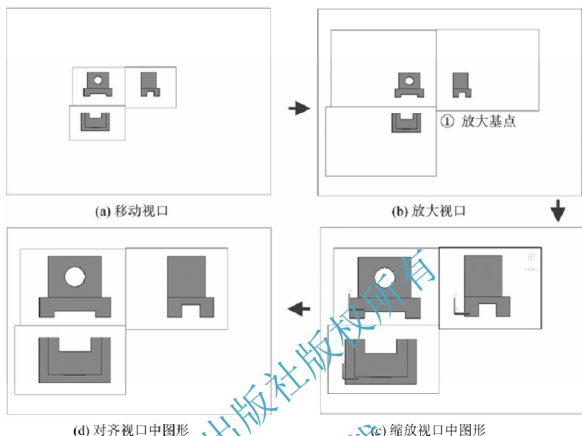

图 13-21 整理视图过程
- ① 将视口移动对齐，如图 13-21(a)所示；
- ② 使用 SCALE 命令，将视口放大 2 倍，缩放基点选择图 13-21(b)所示点 1 位置；
- ③ 为每个视口图形，指定缩放比例：分别激活各个视口，使用 ZOOM 命令或【视口】工具条，为每个视口设置统一的缩放比例。本例采用 2.5:1 的放大比例。结果如图 13-21(c)所示。
(5) 对齐各视口中的图形：使用 MVSETUP 命令，垂直对齐主视图和俯视图、水平对齐主视图和左视图，结果如图 13-21(d)所示。
(6) 使用【图形】SOLDRAW 命令，以生成与视口投影方向对应的二维图形，并将各视口中可见与不可见轮廓线分别放置在以“视图名-VIS”、“视图名-HID”命名的图层上，同时还为各视口配置用来标注尺寸的“视图名-DIM”图层。其命令的调用方式为：